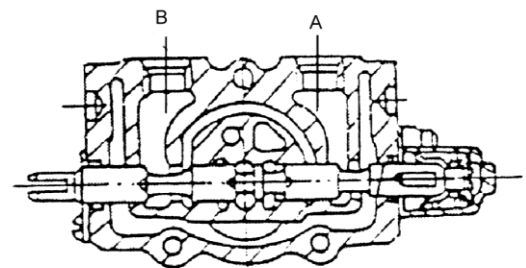

Abb. 10-4
(2) Eindrücken des Schiebers (Abb. 10-4)